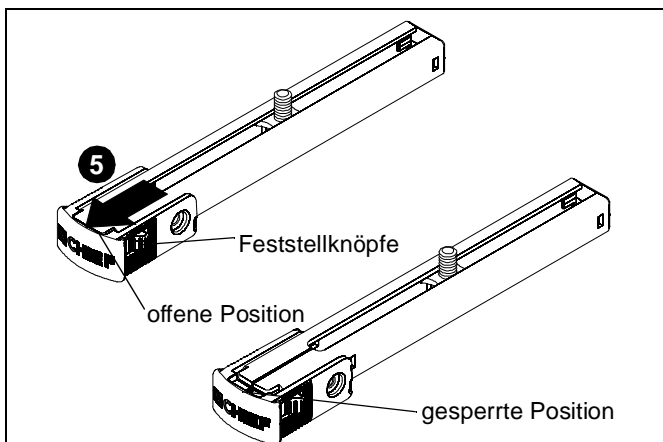

Abb. 5
- Drücken Sie fest auf die Feststellknöpfe am SSBU/SSMU-Bein (C) und schieben Sie gleichzeitig die Clip-Abdeckung von der eingeschlossenen Schiebepaltenhalterplatte weg, bis die Clip-Abdeckung versperrt ist. (Siehe Abb. 5)